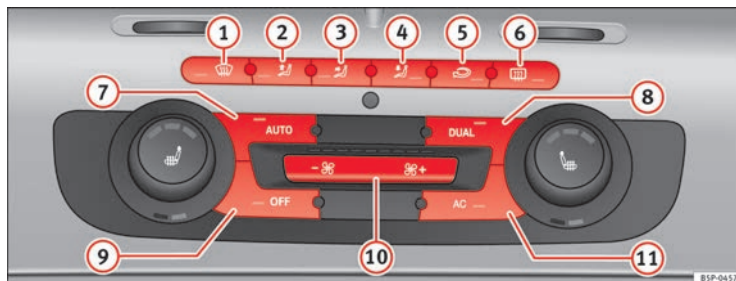

Fig. 130 Mandos del 2C-Climatronic en el tablero de instrumentos
- Gire las rulinas de regulación de temperatura ⇒ fig. 130 para ajustar la temperatura del lado izquierdo y derecho respectivamente.
- Pulse la tecla **AUTO** ⇒ fig. 130. Aparece “AUTO High” en el display de la radio (velocidad de turbina alta).
- Pulse de nuevo la tecla **AUTO** ⇒ fig. 130. Aparece “AUTO Low” en el display de la radio (velocidad de turbina baja).